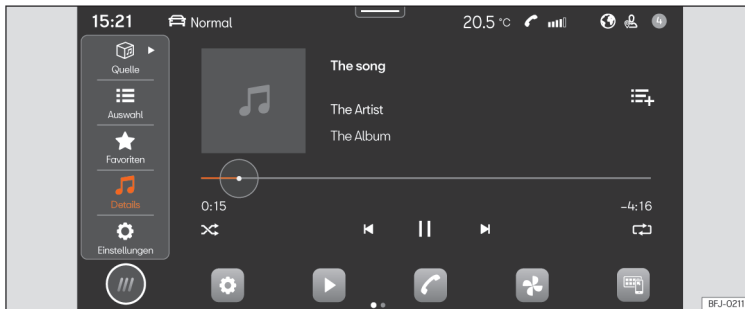

Abb. 132 Schematische Darstellung: Ansicht Medien.
- Drücken Sie **HOME** > ► ►► (Abb. 132).